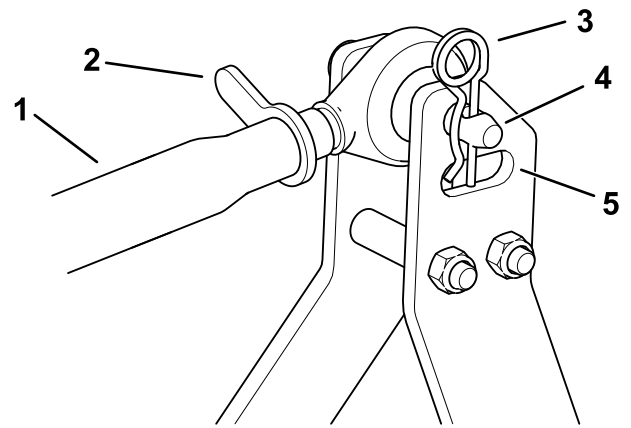

Figura 8
1. Conecte el brazo de enganche superior al soporte y sujételo con el pasador de enganche y la chaveta (Figura 8).